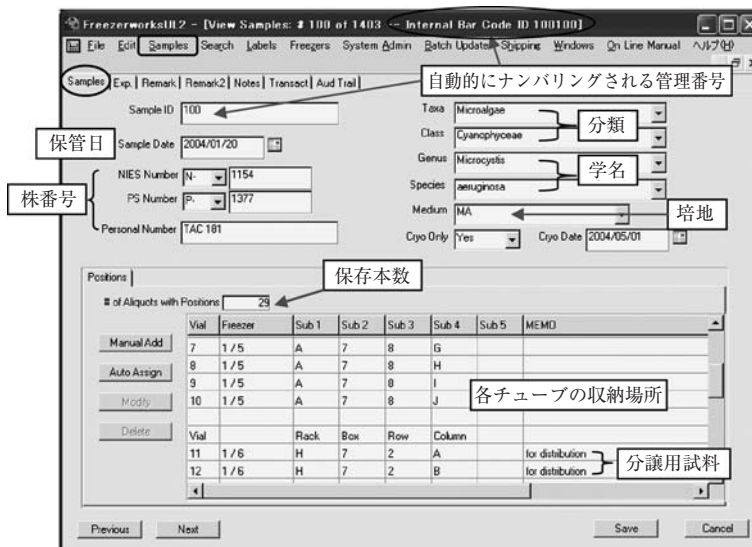
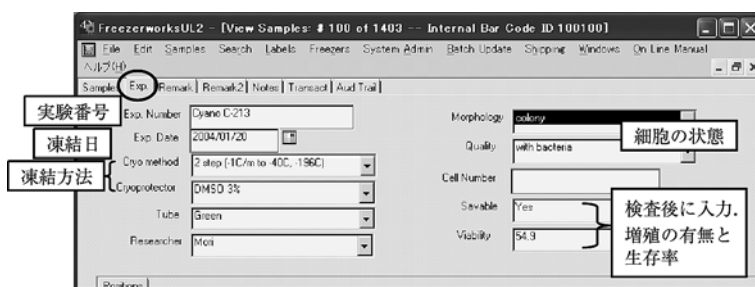

図4 株データ画面。株番号、種名などを入力
図5 実験データ画面。実験条件、細胞の状態などを入力
ソフトウェアは情報管理の安全性と価格を評価し、米国の既製ソフトを選んだ。（管理情報の安全性については以降の項で述べる。）データ入力項目を使用しやすいようにカスタマイズし（図4参照）、既存のフ
2. 株データ（図4）と実験データ（図5）を入力。
7. 1週間後に検査用試料を解冻し、増殖の有無と生存率を調べる。検査結果は、図5の実験データ画面に入力する。